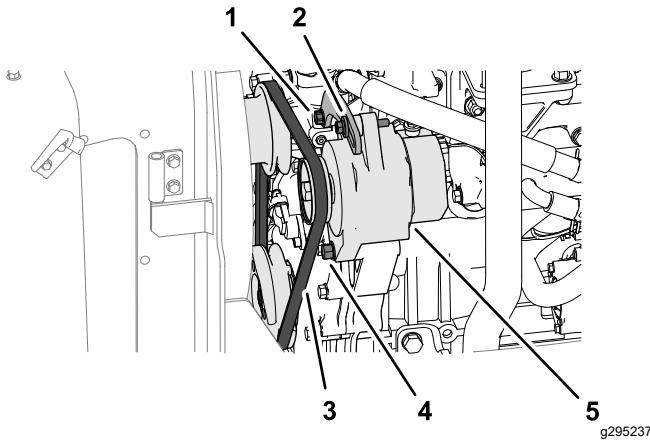

Bild 72
1. Üben Sie eine Kraft von 100 N (10 kg) auf den Lichtmaschinenriemen (Bild 72) in der Mitte zwischen den Riemenscheiben aus.
- Wenn der Riemen um weniger als 10 mm ausgelenkt werden kann, lösen Sie den Drehstift und die Spannschraube (Bild 72) der Lichtmaschine und verringern Sie die Riemenspannung.
- Wenn der Riemen um mehr als 10 mm ausgelenkt werden kann, lösen Sie den Drehstift und die Spannschraube (Bild 72) der Lichtmaschine und erhöhen Sie die Riemenspannung.
Hinweis: Lösen Sie bei Bedarf die Spannschraube der Halterung (Bild 72).
3. Ziehen Sie die Schrauben fest (Bild 72).